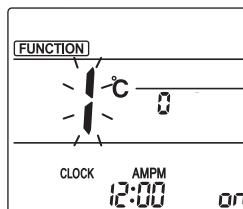

Fig. 1
- ① Går in i läge för manuell inställning för fläktblad Tryck på knappen (Starta denna funktion när fjärrkontrollens display är släckt.) "FUNCTION" lyser och "1" blinkar. (Fig. 1)